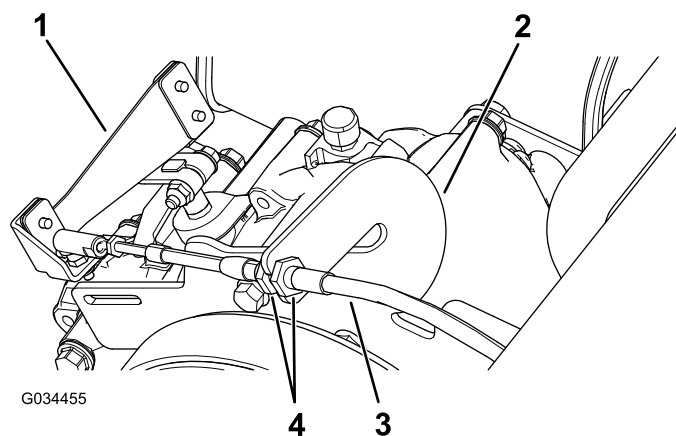

Figure 59
- Desserrez les écrous de blocage sur le câble de sélection et ajustez-les selon les besoins (Figure 59).
- Vérifiez la position de l'inverseur de marche en tournant le sélecteur aux 3 positions différentes et vérifiez que le levier (Figure 59) passe correctement à chaque position; voir Levier et indicateur d'inverseur de marche (page 13).